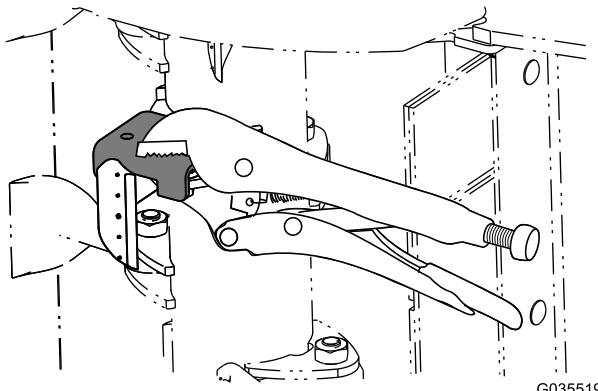

Figura 2
8. Prenda o suporte utilizando alicate de bloqueio (Figura 2).